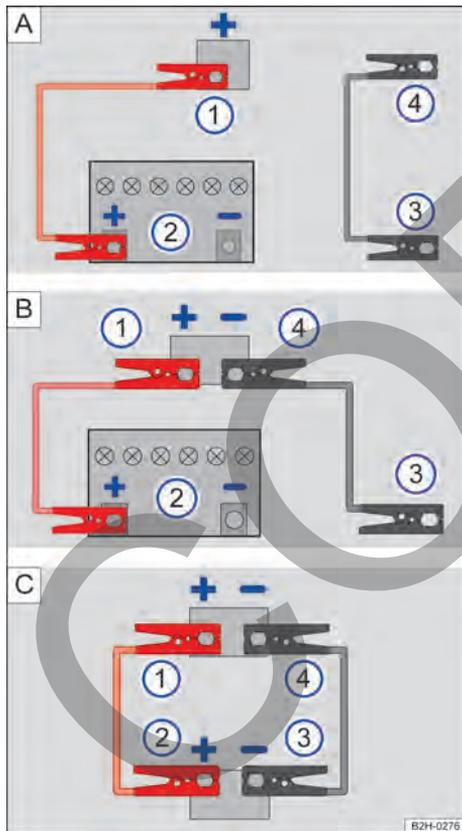

Fig. 160 En el compartimento del motor: conexiones para los cables de arranque (representación esquemática).
Leyenda de la Fig. 160:
- Fig. 160 A: Conexión entre la batería del vehículo que suministra la corriente ② y ③ y la toma para la ayuda de arranque del vehículo con la batería descargada ① y ④.
- Fig. 160 B: Conexión entre la batería del vehículo que suministra la corriente ② y ③ y las dos tomas para la ayuda de arranque del vehículo con la batería descargada ① y ④.
- Fig. 160 C: Conexión entre las tomas para la ayuda de arranque del vehículo que suministra la corriente ② y ③ y las dos tomas para la ayuda de arranque del vehículo con la batería descargada ① y ④.
- Conecte un extremo del cable de arranque *rojo* al polo positivo (+) del vehículo con la batería descargada → Fig. 160 ①.
- Conecte el otro extremo del cable de arranque *rojo* al polo positivo (+) del vehículo con la batería que suministra la corriente → Fig. 160 ②.
- Conecte un extremo del cable de arranque *negro* → Fig. 160 ③ preferentemente a un terminal de masa (toma para la ayuda de arranque) (-); de lo contrario, a la argolla de remolque delantera previamente enroscada, al bloque motor o a una pieza de metal maciza atornillada fijamente a este.
- Conecte el otro extremo del cable de arranque *negro* → Fig. 160 ④ preferentemente a un terminal de masa (toma para la ayuda de arranque) (-) del vehículo con la batería descargada; de lo contrario, al bloque motor o a una pieza de metal atornillada fijamente a este → ⚠.
- Desconecte los cables de arranque únicamente en el orden → Fig. 160 ④ ③ ② ① con los motores en marcha.